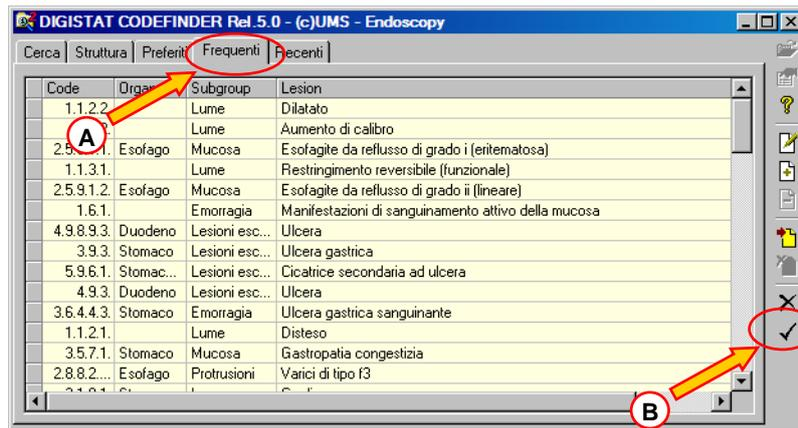

Fig 66 - Frequenti
1. cliccare l’etichetta “Frequenti” (Fig 66 A) per accedere alla lista dei codici usati più di frequente.
3. Cliccare il pulsante  (Fig 66 B).